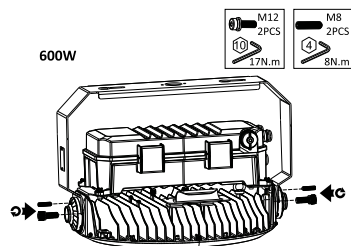

Fig. 29
2. Fixez le support multi-montage au luminaire en réinstallant les plaques du support à étrier de chaque côté du luminaire (Fig. 29).